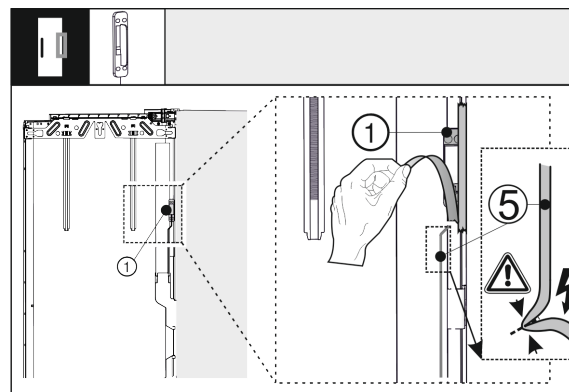

Fig. 40
- ▶ Atbrīvojiet klauvējiņa sensoru Fig. 40 (1) no ārējām durvīm. Nesabojājiet savienojuma kabeli Fig. 40 (5).